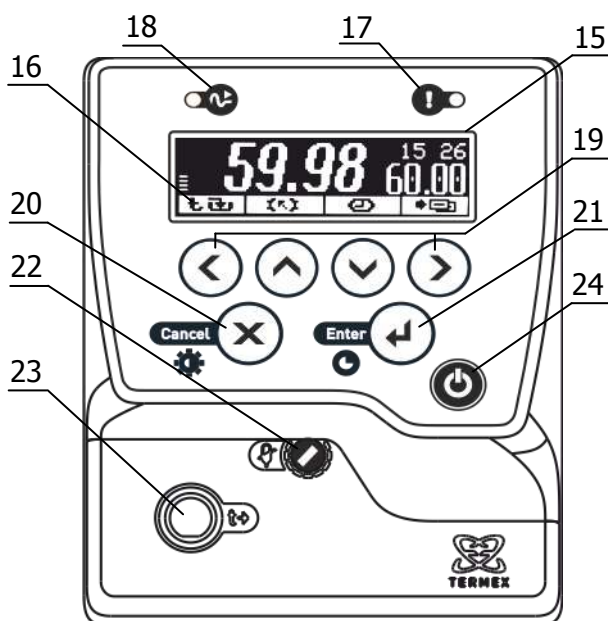

Рисунок 2 – Лицевая панель
Система безопасности блоков регулирования отключает двигатель насоса и нагреватель при срабатывании хотя бы одной из защит или неисправности датчика температуры (1.2.13). При срабатывании системы безопасности раздается звуковой сигнал, загорается индикатор 17 (рисунок 2) и на дисплей 15 выводится информация о причине неисправности.
2.3.1 После подключения сетевого кабеля к электрической сети блок регулирования переходит в режим ожидания. Подключение сопровождается кратковременной подсветкой дисплея 15 (рисунок 2).
2.3.6 Для регулировки яркости подсветки или контраста дисплея нажать кнопку 20 (X), выбрать изменяемый параметр кнопками (▲) и (▼) и установить его значение кнопками (◀) и (▶). Зафиксировать изменение нажатием кнопки 21 (↵) (рисунок 2).
2.5.6 Для выбора уставки в качестве текущей кнопками ( $\blacktriangle$ ) и ( $\blacktriangledown$ ) подвести к ней указатель. Значение отмеченной указателем уставки дублируется крупными цифрами в правой части дисплея. Для подтверждения выбора отмеченной уставки нажать кнопку 21 ( $\leftarrow$ ). Для отмены выбора нажать кнопку 20 ( $\times$ ) (рисунок 2).
2.5.7 Для изменения численного значения отмеченной указателем уставки нажать кнопку ( $\blacktriangleright$ ). На рамке, обрамляющей значение уставки в правой части дисплея, появятся "засечки", указывающие на изменяемую позицию в численном значении. Цифра в отмеченной позиции мигает. Нажатиями кнопок ( $\blacktriangle$ ) и ( $\blacktriangledown$ ) установить требуемую цифру в отмеченной позиции. Если удерживать кнопку нажатой, значение уставки будет изменяться непрерывно. Нажатиями кнопок ( $\blacktriangleleft$ ) и ( $\blacktriangleright$ ) переместить отметку изменяемой позиции. Дискретность изменения значения уставки зависит от положения изменяемой позиции: если отмечена позиция десятков, то при единичном нажатии кнопки ( $\blacktriangle$ ) или ( $\blacktriangledown$ ) значение уставки изменится на 10 °C. Если отмечена позиция десятых долей, то значение уставки изменится на 0.1 °C соответственно. Закончить ввод нового значения уставки нажатием кнопки 21 ( $\leftarrow$ ). Для возврата к значению уставки до ее изменения нажать кнопку 20 ( $\times$ ) (рисунок 2).
2.6.3 При срабатывании защиты раздается звуковой сигнал и загорается красный индикатор срабатывания системы безопасности 17 (рисунок 2). Работа насоса и нагревателя будет блокирована. На дисплее отобразится текущее состояние системы защит.
2.6.5 После устранения причины срабатывания защиты или ее отключения кнопкой (►) индикатор 17 (рисунок 2) погаснет. Перевести блок регулирования в рабочий режим нажатием кнопки 21 (◄).